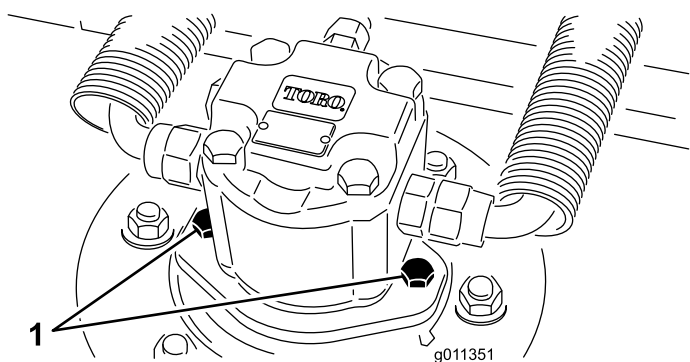

Figura 96
2. Desligue e retire o motor hidráulico da unidade de corte (Figura 96). Cubra a parte superior do eixo para não o sujar.
4. Instale o motor hidráulico na plataforma (Figura 96). Verifique se o anel de retenção está posicionado corretamente e não está danificado.